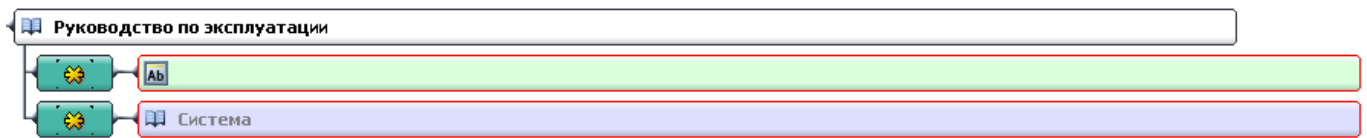

Рисунок 45
1) Для развертывания структуры руководства по эксплуатации нажмите на значок 📖 в левой части прямоугольника элемента (рисунок 45).